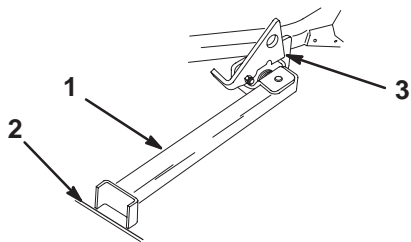

Figure 27
4. Posez le pied du support sur le sol et appuyez le verrou sur la languette de pivot (Fig. 27).
**Remarque :** Pour de meilleurs r sultats, placez le pied du support dans des anfractuosit s du trottoir ou du gazon (Fig. 27).
6. Montez la machine sur le support. Arr tez-vous quand le verrou retombe sur la languette en position verrouill e (Fig. 27). Lorsque la machine est sur le support, serrez le frein de stationnement et arr tez le moteur.